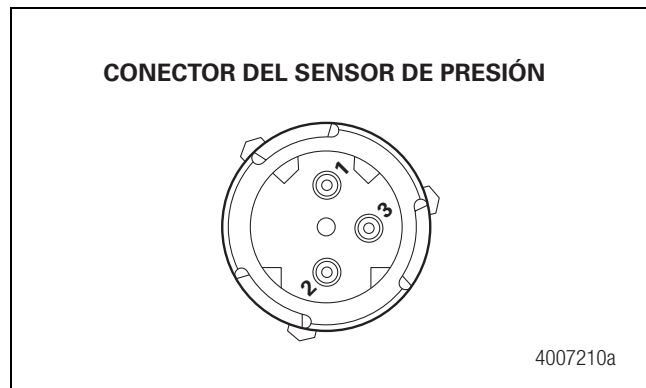

Figura 3.28
- Tomar mediciones en el conector del arnés del sensor de presión. Figura 3.28.